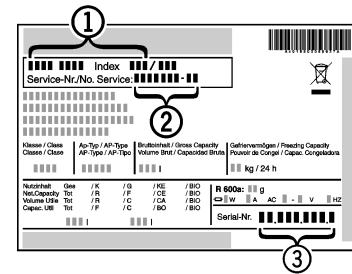

Fig. 7
- Cihazın adını Fig. 7 (1), servis numarasını Fig. 7 (2) ve seri numarasını Fig. 7 (3) model plakasından okuyun. Model plakası, cihazın iç kısmında, solda bulunur.
- Hizmetlerini haberدار edin ve hatayı, cihazın adını Fig. 7 (1), servis numarasını Fig. 7 (2) ve seri numarasını Fig. 7 (3) bildirin.